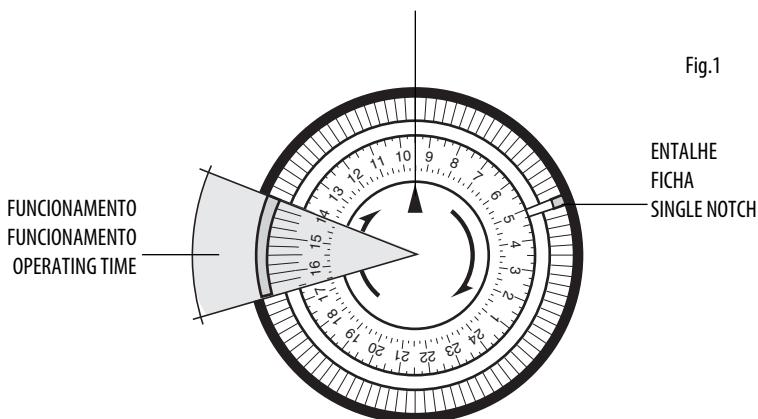

Fig.1
c) Modelo com temporizador 24 horas (fig. 1)
c) Modelos con programador de 24 horas (fig. 1)